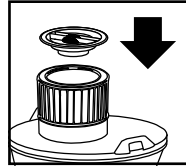

FIGURE 5
12. Placez le porte-filtre dans la partie supérieure de la cartouche filtrante. **FIGURE 5.**